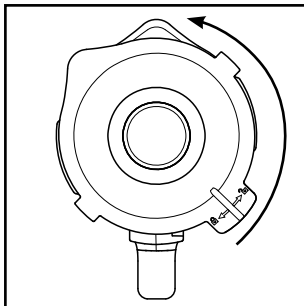

Fig. 1
- 1) Retire el vaso ❸ del bloque motor ❶ en posición recta hacia arriba.
- 2) Retire la tapa ❷; para ello, gírela en sentido antihorario hacia la posición  (consulte la fig. 1) hasta que pueda extraerse hacia arriba.
- 3) Llene el vaso ❸ como mínimo hasta la rayita inferior de la escala ❸ y, como máximo, hasta la marca MAX. Para obtener un resultado óptimo, recomendamos las siguientes cantidades máximas de llenado: